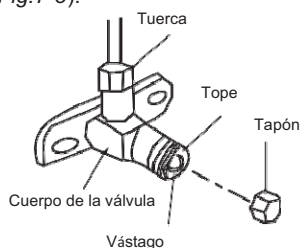

Fig.7-5
- Todas las válvulas de cierre deben estar abiertas antes de la prueba de funcionamiento. Cada aire acondicionado tiene dos válvulas de cierre de tamaños diferentes, el lado de la unidad exterior que funciona como válvula de cierre de baja (vea la Fig. 7-5).